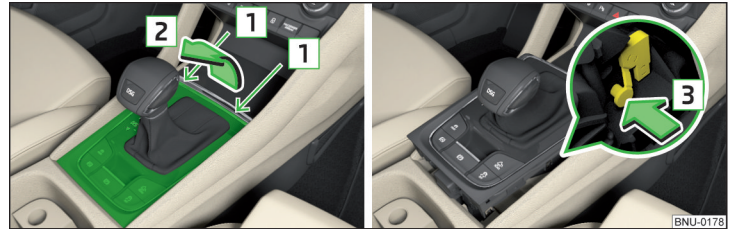

Abb. 336 Abdeckung abnehmen / Wählhebel entriegeln
- › Einen Schlitzschraubendreher oder ein ähnliches Werkzeug in den Spalt im Bereich der Pfeile **1** » Abb. 336 einschieben und die Abdeckung in Pfeilrichtung **2** vorsichtig lösen.